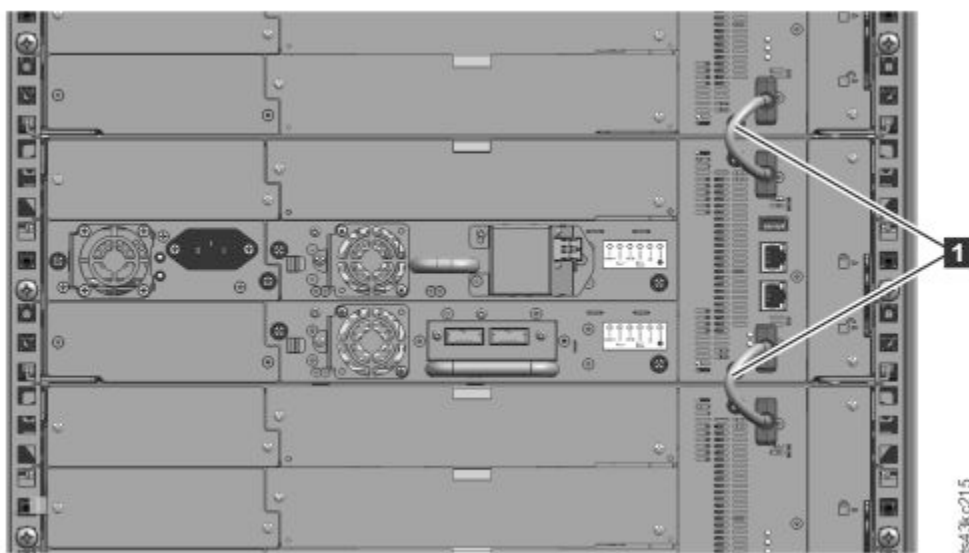

Figura 41. Módulos conectados
- Desde la parte posterior de la biblioteca, conecte los módulos de cada par a su módulo adyacente utilizando los cables de interconexión de expansión (**1**) como se muestra en Figura 41 en la página 56.